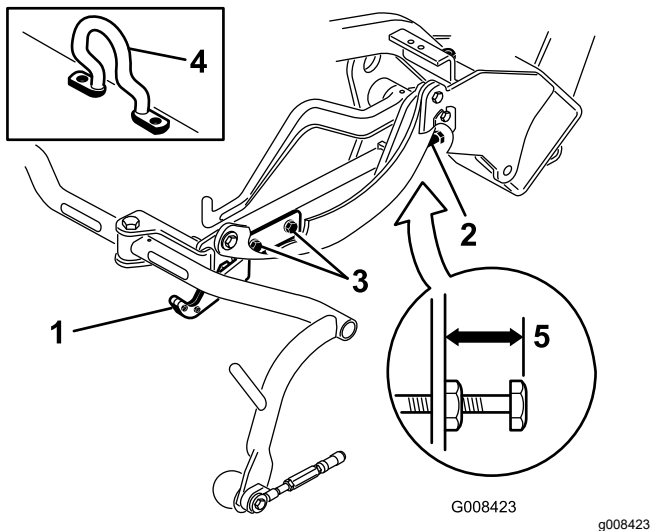
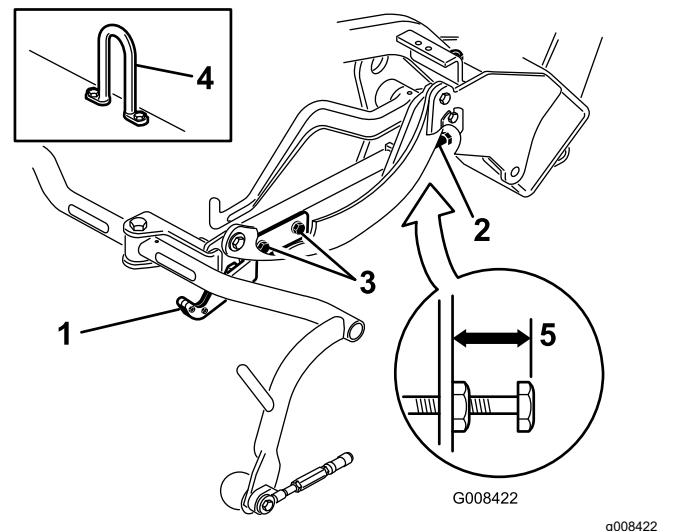
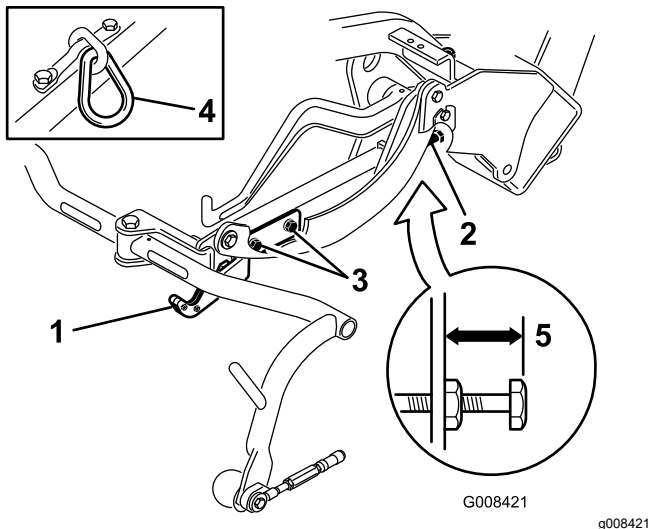

图 10
图 12
图 11
检查行驶高度 图 11和图 12必要时进行调节。
2. 在配备偏置吊钩的滚刀组 图 10插页上确认从承载架调节螺丝的顶部到承载架背面的距离是否为 25mm。如果距离不是 25mm 请转至步骤 4。
3. 在配备链节或垂直吊钩的滚刀组图 11和图 12 插页上确认从承载架调节螺丝的顶部到承载架背面的距离是否为 22mm。如果距离不是 22mm 请转至步骤 4。如果滚刀组配备了偏置提升杆图 10 请转至下一步。
4. 拧松行走板安装螺丝图 11、图 12 和图 10。
7. 如果承载架高度不同请拧松承载架调节螺丝上的锁紧螺母图 10、图 11 和图 12。向外旋转螺丝可升起向内旋转可放低。达到适当高度后拧紧锁紧螺母。